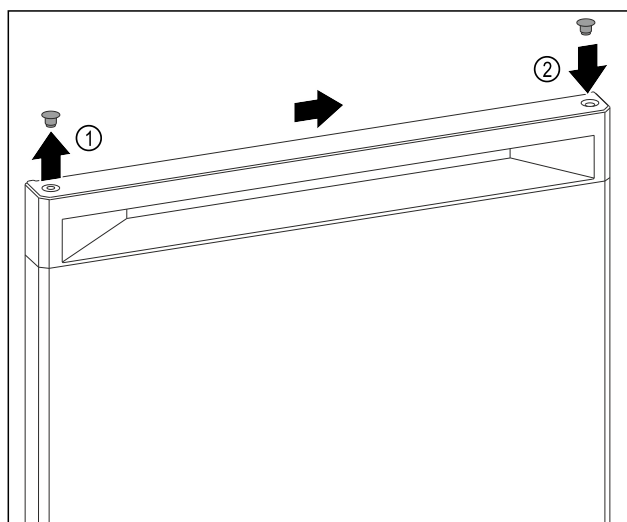

Fig. 9
- Sollevare il coperchio a tappo sulla parte superiore dello sportello Fig. 9 (1) con cautela con un cacciavite a taglio.
- Inserire il coperchio a tappo sul lato opposto. Fig. 9 (2)